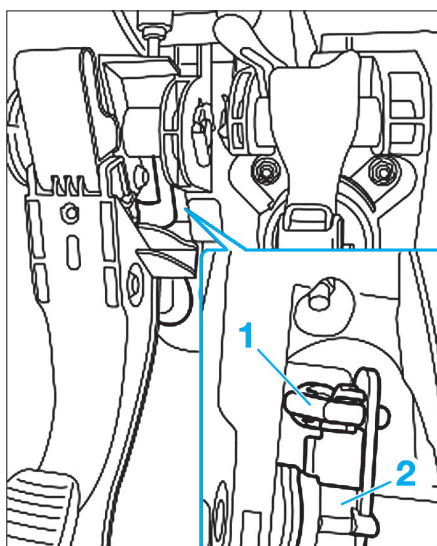

Fig. 3
- A l'intérieur du véhicule, débrancher le flexible de commande débrayage (1) de la pédale (2) (Fig.3).